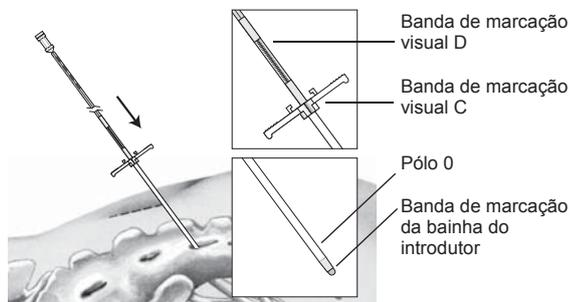

Figura 10. Avance o eléctrodo através da bainha do introdutor
- Introduza o eléctrodo na bainha do introduzidor e avance o eléctrodo até que a banda de marcação C do eléctrodo fique alinhada com a parte superior do manípulo da bainha do introduzidor. Utilizando a fluoroscopia, confirme que o pólo 0 do eléctrodo está proximal em relação à banda de marcação radiopaca na extremidade distal da bainha (Figura 10).